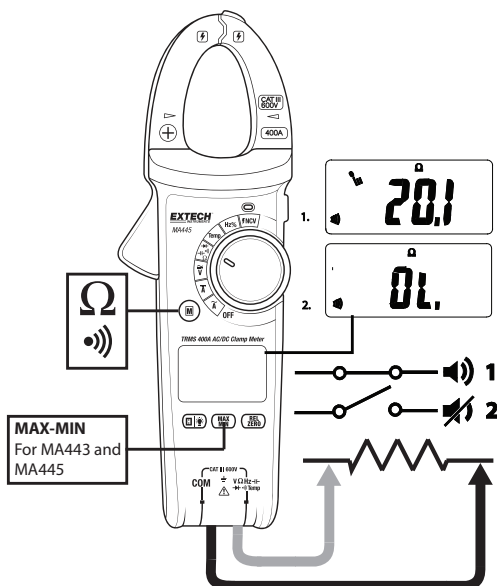

图 7 – 测量电阻与通路性
3. 将黑色测试引线香蕉插头插入负极 (COM) 插孔内。将红色测试引线香蕉插头插入到正极 (Ω) 插孔内。请参阅图 7。
3. 将黑色引线香蕉插头插入负极 (COM) 插孔内。将红色测试引线香蕉插头插入到正极 (Ω) 插孔内。请参阅上方图 7。